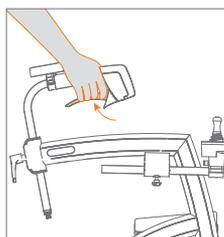

Figura 27: Frenatura.
- b. Stringere le maniglie dei freni per frenare **(Figura 27)**.